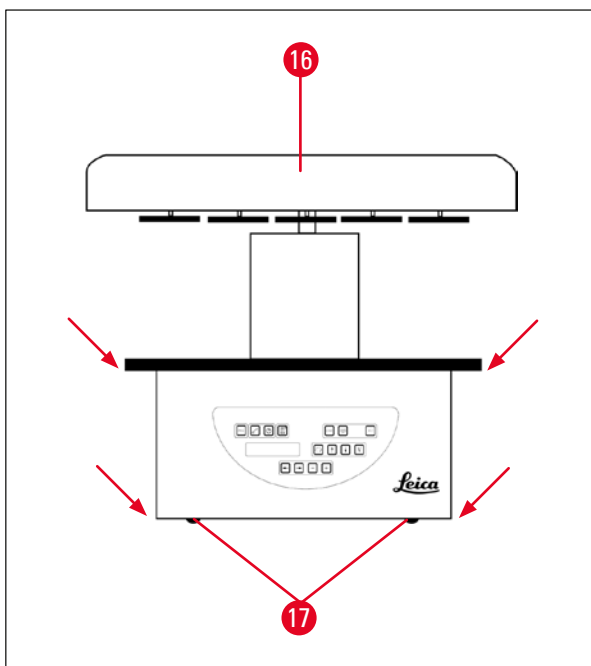

Fig. 12
- Para alzar el equipo, asirlo de la plataforma de contenedores de reactivos o de la parte inferior de la carcasa (→ Fig. 12) y alzarlo de la placa de base (→ Fig. 11-10).